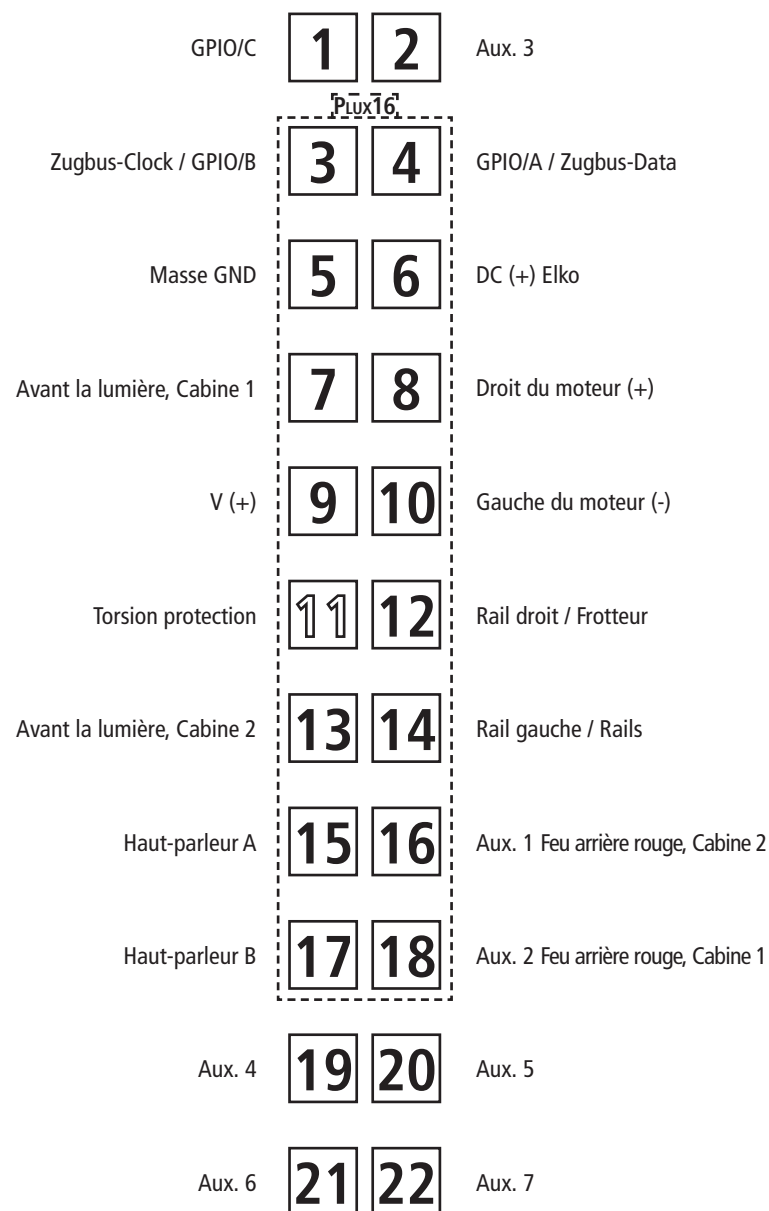
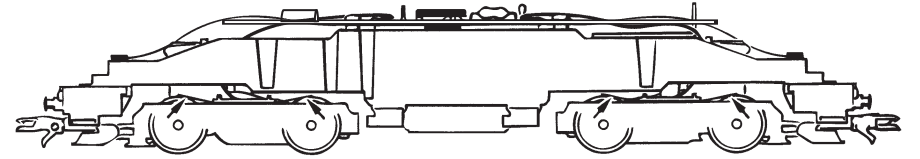
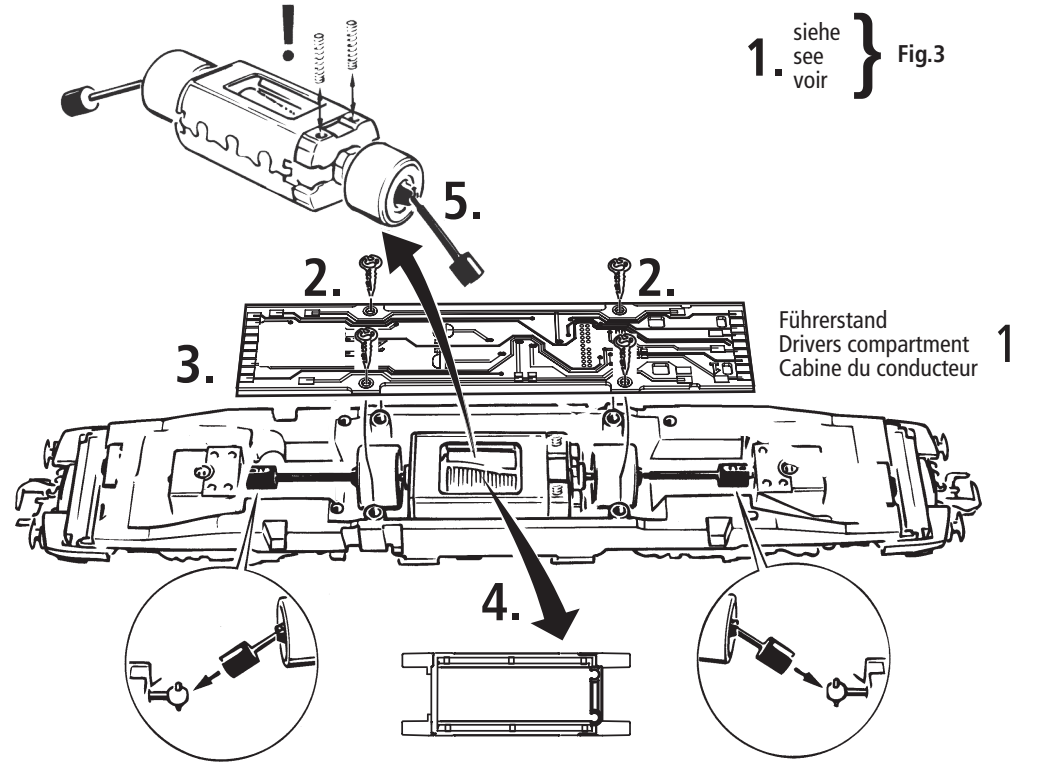
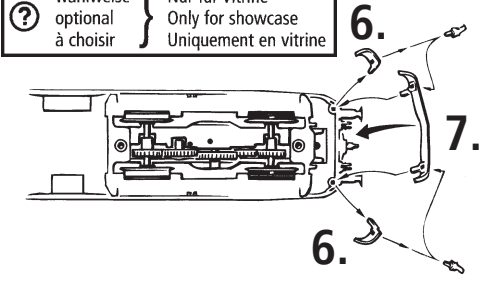

Fig. 5
Fig. 8
Fig. 9
Fig. 3
**2. Schmierung:** Versehen Sie die im Schmierplan in Fig. 5 gekennzeichneten Stellen mit nur **kleinen Öltropfen**. Dazu zuerst das Lokgehäuse abnehmen (Fig. 3). Wir empfehlen den **ROCO Öler Art.-Nr. 10906**. Fürs Schmieren der Getriebeteile (Zahnräder, Schnecke) empfehlen wir das **ROCO-Spezialfett Art.-Nr. 10905**. Im Falle der Schmierung diese Teile **nicht ölen**.
**Mehrzugbetrieb:** Zuerst Lokgehäuse abnehmen (Fig. 3). Danach den Brückenstecker aus der Schnittstelle entfernen (diesen sorgsam aufbewahren). Danach den Stecker des Steuerbausteins lagerichtig einsetzen (siehe Fig. 4).
**Schleiferwechsel:** siehe Fig. 9
**4. Kohlebürstenwechsel:** Lokgehäuse abnehmen (Fig. 3). Danach wird der Motor ausgebaut und die Kohlebürsten ausgewechselt (Fig. 8).
**2. Lubrication:** Apply **tiny oil drops** to spots marked in fig. 5. Prior to lubrication dismantle locomotive (fig. 3). We recommend using item no. **10906, Roco oiler**. For lubrication the gearparts (e.g. cogwheels, worm) we should recommended our Roco **special grease** (item no. **10905**). **Attention:** Please do not oil these parts when using our grease.
**A.C. pick up:** see fig. 9
**4. Carbon Brush Changing:** First remove loco body (fig. 3), and then the motor (fig. 8).
**2. Graissage:** N'appliquez **qu'une toute petite goutte** aux endroits indiqués par le plan de graissage (fig. 5) après avoir démonté la caisse de la locomotive (fig. 3). Nous vous recommandons **le graisseur à huile Roco réf. 10906**. Pour graisser les engrenages (roues dentées, vis sans fin) nous vous conseillons la **graisse spéciale Roco réf. 10905** pour engrenages en matières synthétiques. Lorsque vous utilisez cette graisse il faut éviter d'huiler ces composants.
voir fig. 9
**4. Remplacement des balais du moteur:** Démontez la caisse (voir fig. 3). Démontez ensuite le moteur et échangez le balais (fig. 9).